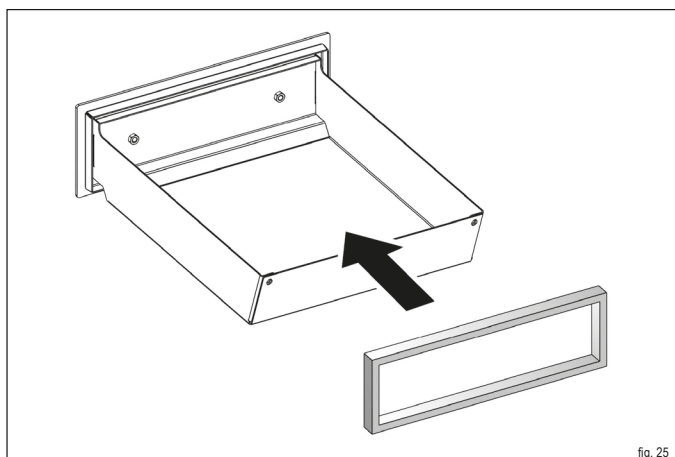

fig. 25
- ▶ Premere omogeneamente la nuova guarnizione nella guida del cassetto di raccolta della cenere (fig. 25).